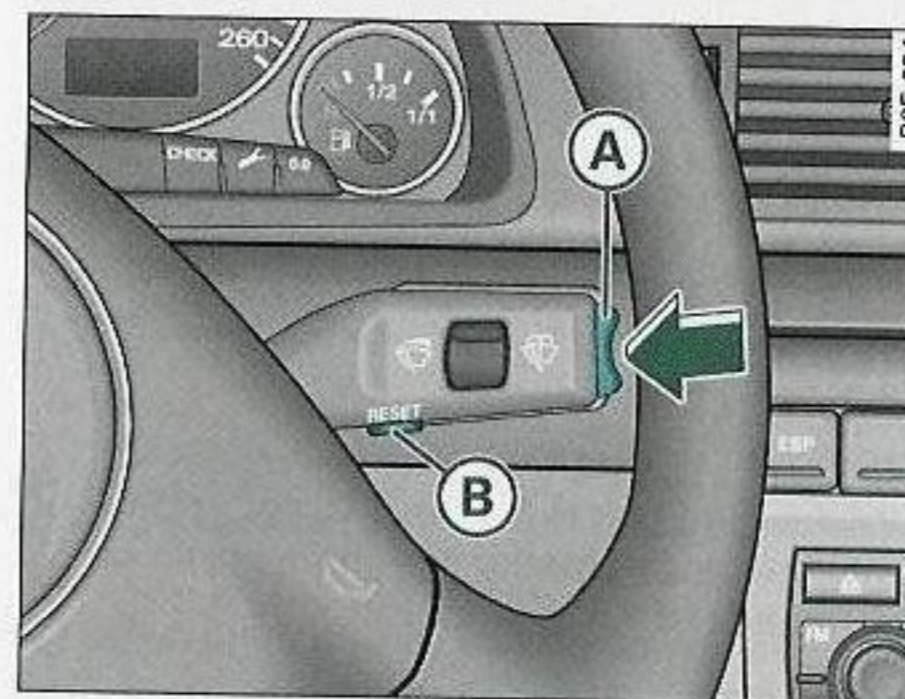

Fig. 22 Palanca del limpiaparabrisas: Interruptor-selector de funciones
- Pulse el conmutador-selector de funciones en la palanca del limpiaparabrisas (A) \Rightarrow página 42, fig. 22, en la parte superior **o bien** inferior, para modificar el valor programado. Un aumento o disminución de la velocidad podrá almacenarse a intervalos de 10 km/h.
- Pulse la tecla Reset dispuesta en la palanca del limpiaparabrisas (B) \Rightarrow página 42, fig. 22 hasta que aparezca tachado el símbolo de advertencia del límite de aviso 2.